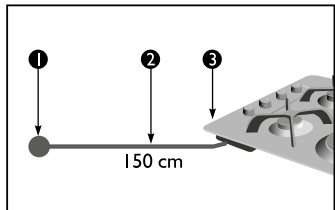

Figura 2.
- La longitud de la conexión flexible debe ser la mínima posible de acuerdo con el grado de desplazamiento necesario del producto. En ningún caso será mayor que 150 cm **(Ver figura 2)**.